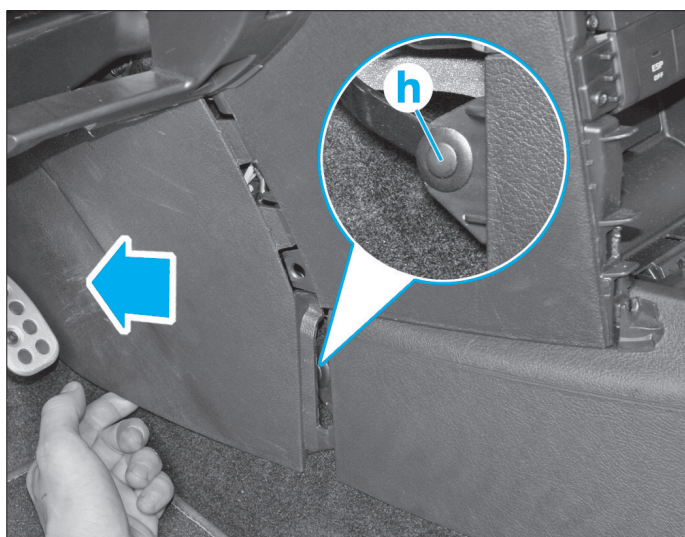

Fig. 28
- Déposer les deux fixations pour extraire les deux caches latéraux et accéder à la dépose des agrafes (h) (Fig.28).